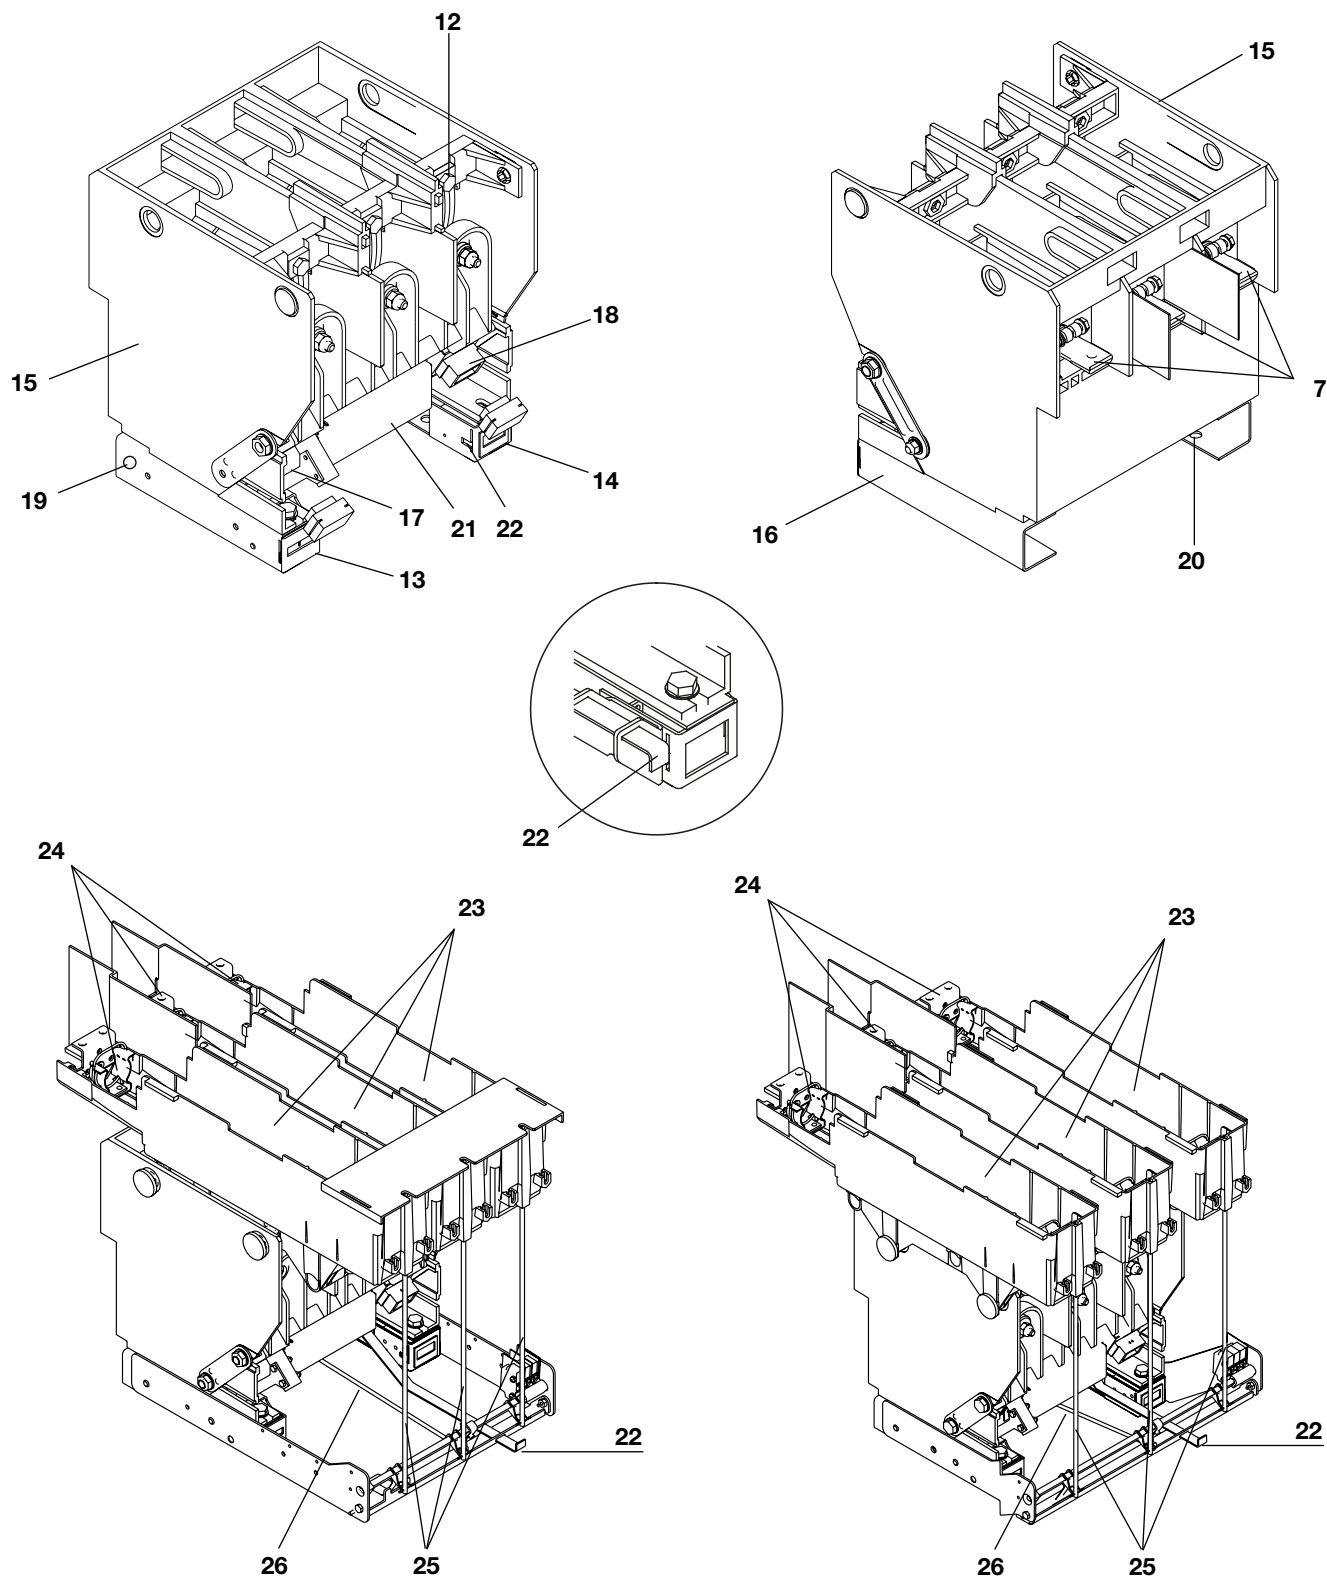

Fig. 4
5.4. Contattore in versione fissa (fig. 4)
5.4. Fixed version contactor (fig. 4)
In caso di mancanza della tensione ausiliaria o malfunzionamento del circuito elettrico di apertura, il contattore è provvisto di due dispositivi meccanici di sicurezza che comandano l'apertura del contattore, uno è attivato dal percussore del fusibile (nel caso di intervento) e l'altro manualmente dall'operatore per mezzo di un pulsante posto sul fronte del contattore (22) fig. 4.
When there is no auxiliary voltage or a malfunction of the electrical opening circuit, the contactor is fitted with two mechanical safety devices which control contactor opening. One is activated by the fuse striker (in the case of intervention) and the other manually by the operator by means of a pushbutton placed on the front of the contactor (22) fig. 4.